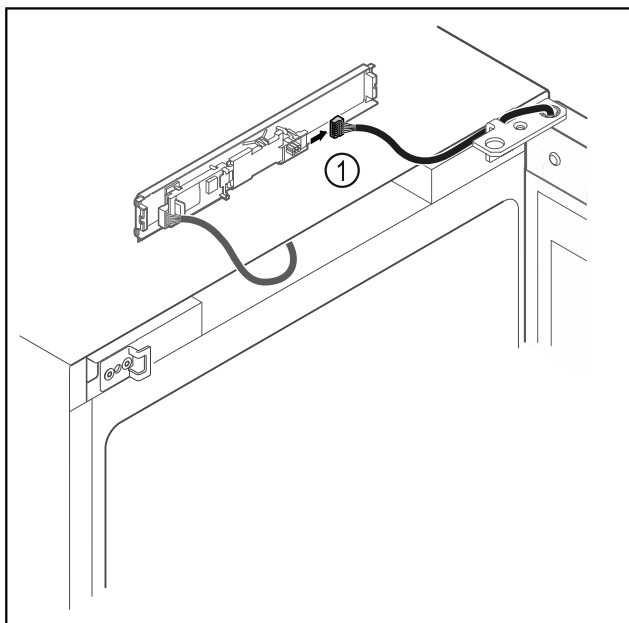

Fig. 18
- ▶ Витягнути штекер Fig. 18 (1) з плити.